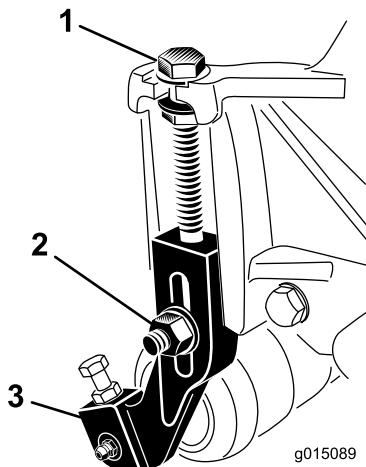

Figura 18
1. Afloje las contratuerca que fijan los brazos de altura de corte a las chapas laterales de la unidad de corte (Figura 18).